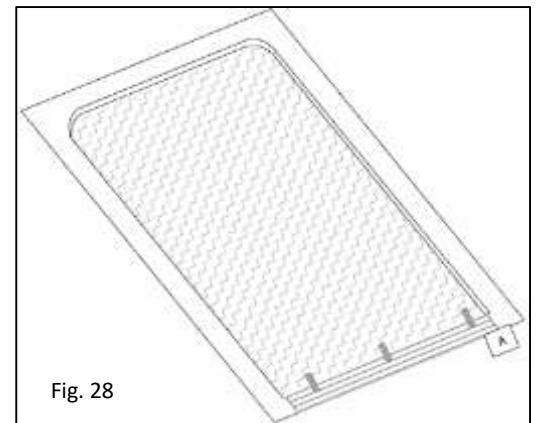

Fig. 28
- [A] : poser sur le bassin le premier paquet de lames comportant les 3 sangles de sécurité cartables sur la margelle arrière du bassin (Fig.28). Ce sont les lames qui viendront en contact de la paroi côté opposé à l'enrouleur